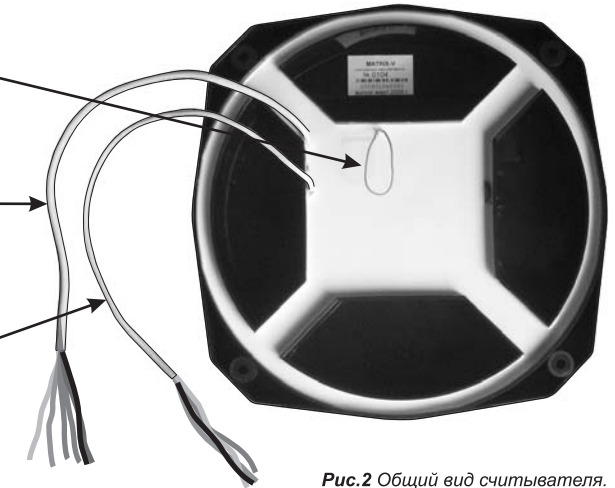

Рис.2 Общий вид считывателя.
- Подсоедините провода в соответствии с рис.2, 3, 4, 5.